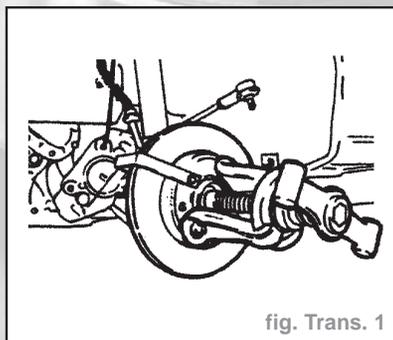

fig. Trans. 1
- À l'aide d'un extracteur approprié (par exemple Hazet 781) fixé sur les deux goujons de roue diamétralement opposés, arracher le moyeu et le disque de frein de l'arbre de roue (fig. Trans. 1)